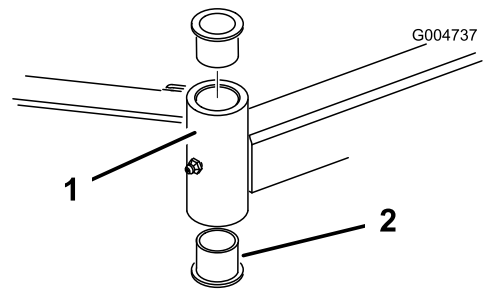

Figura 83
4. Inserte un botador fino en la parte superior o inferior del tubo de montaje y dé golpes hasta retirar el casquillo del tubo (Figura 83). Retire también el otro casquillo del tubo. Limpie el interior de los tubos para eliminar toda suciedad.